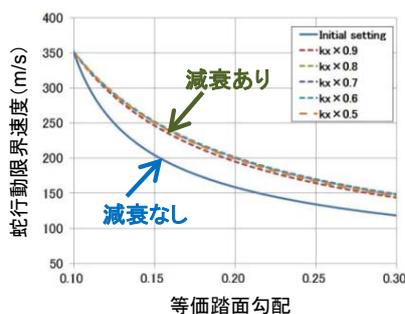

図4 等価踏面勾配の蛇行動限界に対する影響
- 軸箱前後支持剛性を下げて減衰を付加した方が、減衰のない支持剛性の場合より、等価踏面勾配注3)の増加に対する蛇行動限界速度の減少が抑えられることが分かった(図4)。